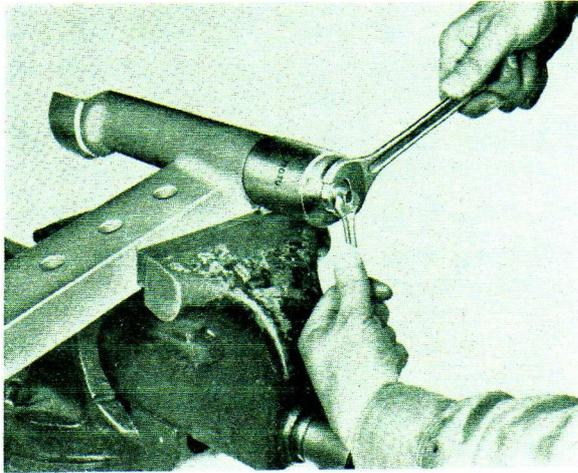

Fig. 2
- 2° Placer sur ce montage la cloche du MOTU (fig. 2) et extraire la bague.